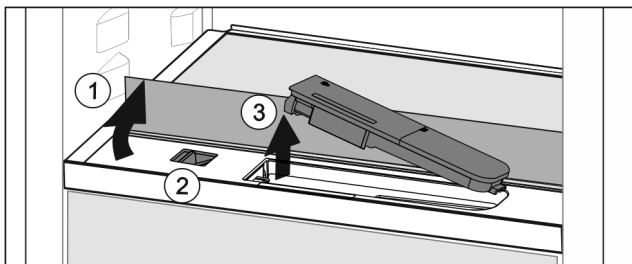

Fig. 150
- ▶ Поднять стеклянную панель и откинуть до упора назад Fig. 150 (1).
- ▶ Сдвиньте ползунок Fig. 150 (2) влево.
- ▶ Вынуть бак для воды Fig. 150 (3).